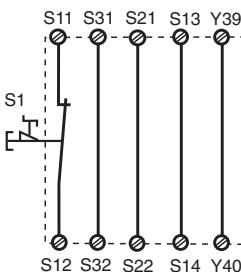
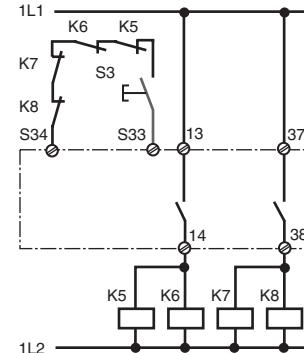

Fig. 2: Circuito de entrada monocanal, rearne automático/Circuito di ingresso monocanale, start automatico/Eenkanalig ingangscircuit, automatische start
Fig. 10: como la Fig. 9 con rearne supervisado/come fig. 9 con start controllato/zoals fig. 9 met bewaakte start
En las Fig. 2 ... a Fig. 10 se presentan ejemplos de conexión para modo de conexión de parada de emergencia con rearne automático y supervisado, control de puerta protectora así como multiplicación de contactos mediante contactores externos.
- Fig. 2 y 7: **no hay** conexión S33-S34
In fig. 2 ... 10 worden aansluitvoorbeelden gegeven van noodstopschakelingen met automatische en bewaakte start, hekbewakingen en contactvermeerdering d.m.v. externe magneetschakelaars.
- Fig. 2 en 7: **geen** verbinding S33-S34